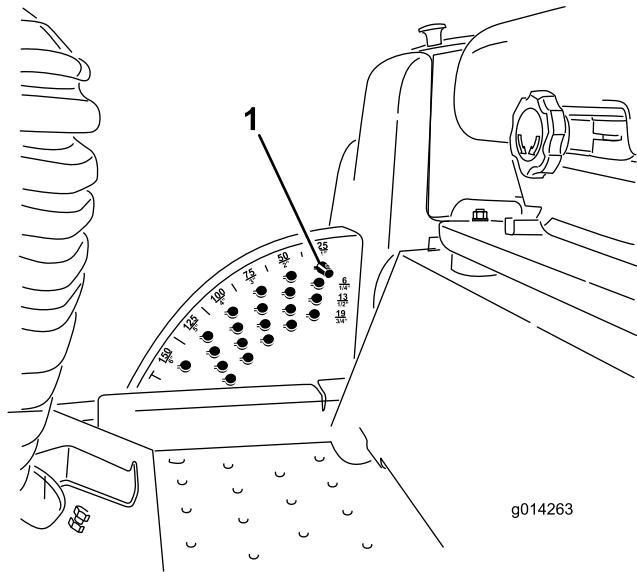

Figure 18
**Remarque:** Pour bloquer le tablier de coupe ou l'accessoire en position relevée, levez-le au-delà de la position 15 cm (6 po), retirez la goupille de butée de hauteur de coupe (voir Réglage de la hauteur de coupe), et placez-la à la position 15 cm (6 po) (Figure 18).
1. Lorsque le moteur tourne, repoussez la commande de relevage du tablier de coupe en arrière jusqu'à ce que le tablier soit complètement relevé puis **relâchez immédiatement la commande** (Figure 18).
2. Pour régler la hauteur de coupe, tournez la goupille de butée jusqu'à ce que la saillie s'aligne sur les fentes dans les trous du support de hauteur de coupe et déposez-la (Figure 18).
3. Placez la goupille dans le trou du support correspondant à la hauteur de coupe voulue et tournez-la pour la verrouiller en place (Figure 18).
**Remarque:** Il y a quatre rangées de trous (Figure 18). La première rangée donne la hauteur de coupe indiquée au-dessus de la goupille. La deuxième rangée donne la hauteur indiquée plus 6 mm (1/4 po). La troisième rangée donne la hauteur indiquée plus 12 mm (1/2 po). La dernière rangée donne la hauteur indiquée plus 18 mm (3/4 po). Un seul trou, situé dans la deuxième rangée, correspond à la hauteur 15,8 cm (6 po). Il n'ajoute pas 6 mm (1/4 po) à la hauteur de 15,8 cm (6 po).